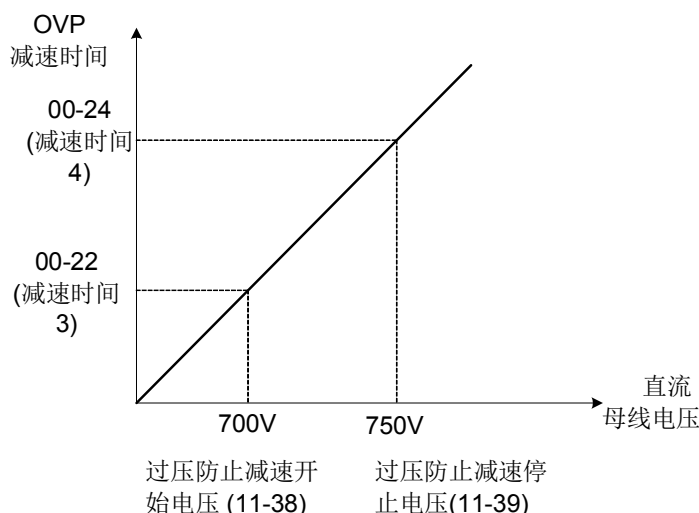

图 4.3.89 OVP减速时间
.当回升能源降低时，变频器输出会回归至输入频率参考，而减速速率是依据直流电压来决定，如下图4.3.89所示。
- 3).当变频器停止时，由00-15(Tdec1)设定减速速率，而在直流电压过高时，变频器会减速并采用上图4.3.89所示的OVP减速时间执行运转。
11-40 设定为过压防止模式 2，过压防止模式 2 的动作流程与过压防止模式 1 相同，但加强了图 4.3.89 中 DC BUS 电压超过 11-39 过压防止减速停止电压的部份，可通过增加 11-28 过压防止 2 频率增益，加快频率补偿以防止跳过电压保护(OV)